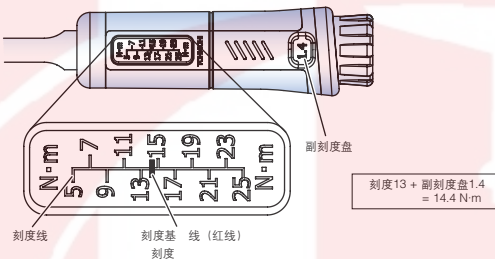

图2
- ① 边看 刻度边 动调节器, 13N·m刻度线 刻度基线(红线) 合, 确认副刻度盘。然后将副刻度盘的0位对 副刻度盘窗口 心。 样设定的 扭矩 为13N·m。
- ② 边看副刻度盘边向 (方向) 动, 使副刻度盘的 对 1.4。 此时设定扭矩 为14.4N·m。(图2)